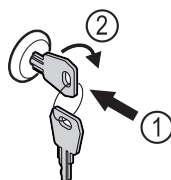

Fig. 58 Primjer izgleda
- ▶ Uvucite ključ Fig. 58 (1).
- ▶ Okrenite ključ za 90° nadesno Fig. 58 (2).